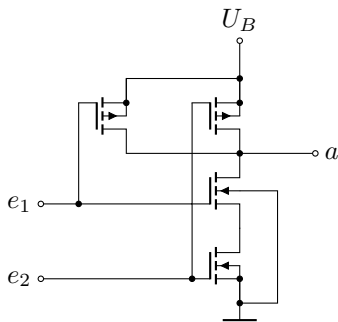

Abbildung 1: Aufbau eines CMOS-NAND Gatters
- Skizzieren Sie qualitativ die Kennlinien eines selbstperrenden n-Kanal und p-Kanal MOSFETs. Machen Sie sich die Funktionsweise der NAND-Grundsaltung in Abbildung 1 klar! Wie könnte die Grundsaltung für einen Inverter und ein NOR-Gatter aussehen?